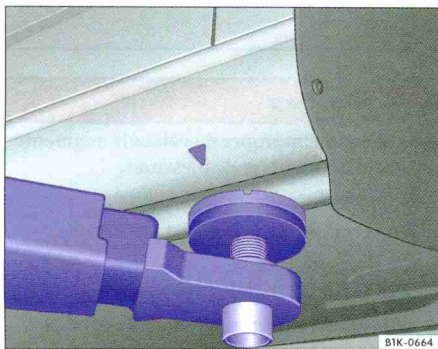

Fig. 173 Levage avec le pont élévateur : points de prise avant.
Le véhicule ne doit être soulevé avec un pont élévateur qu'aux points de prise indiqués sur les figures \Rightarrow fig. 173 et \Rightarrow fig. 174. Si le véhicule n'est pas soulevé aux points de prise indiqués sur les figures, il peut s'ensuivre des dommages sur le véhicule \Rightarrow ① ainsi que de graves blessures corporelles \Rightarrow .
- Ne levez le véhicule que par les points représentés sur les figures \Rightarrow fig. 173 et \Rightarrow fig. 174. Si le véhicule n'est pas soulevé sur les points indiqués, il peut tomber du pont élévateur, par ex. lors de la dépose du moteur ou de la boîte de vitesses.